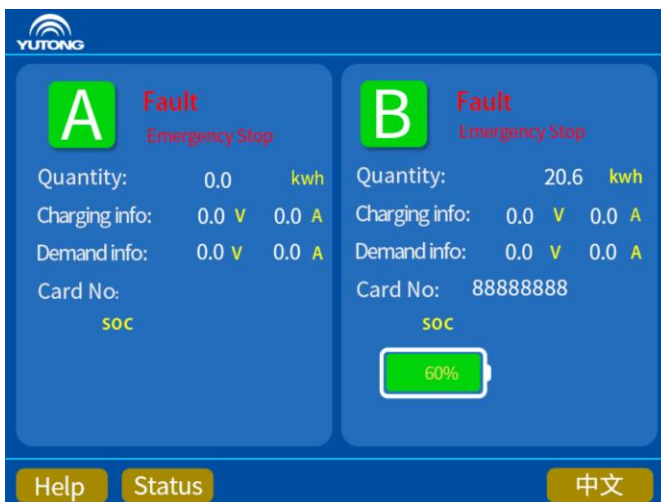

Рис. 14 Интерфейс индикации аварийной остановки
3) Нажмите выключатель аварийного останова, интерфейс показан в рис.14.